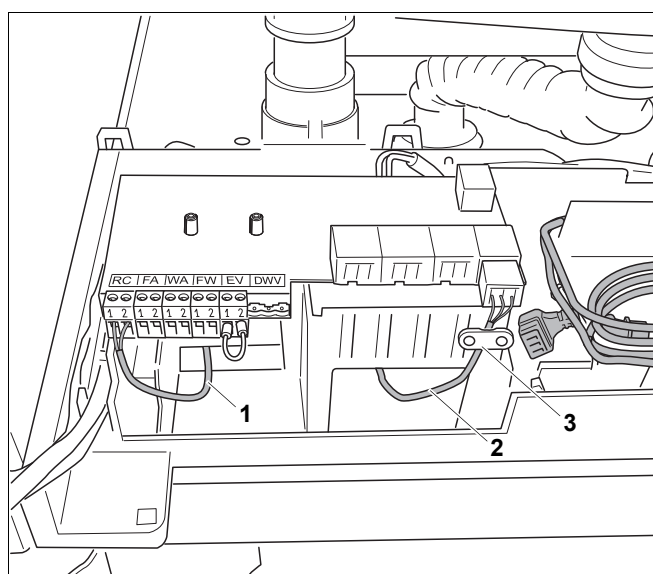

Fig. 25 Aplicați cablul
- Treceți cablurile pentru racordurile de joasă tensiune prin gaura de pe partea stângă (fig. 25, **poz. 1**).
- Treceți cablurile pentru racordurile de 230 V prin gaura de pe partea dreaptă (fig. 25, **poz. 2**).
- Fixați cablurile pentru racordurile de 230 V cu ajutorul descărcărilor de tracțiune (fig. 25, **poz. 3**).